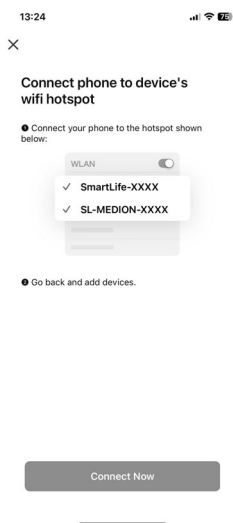

Fig. 7
- ▶ Conecte su smartphone o tablet al punto de acceso wifi del robot aspirador y friegasuelos (fig. 7).